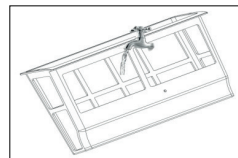

Figura 4
- Limpie las dos cestas de filtro (véase Figura 4).